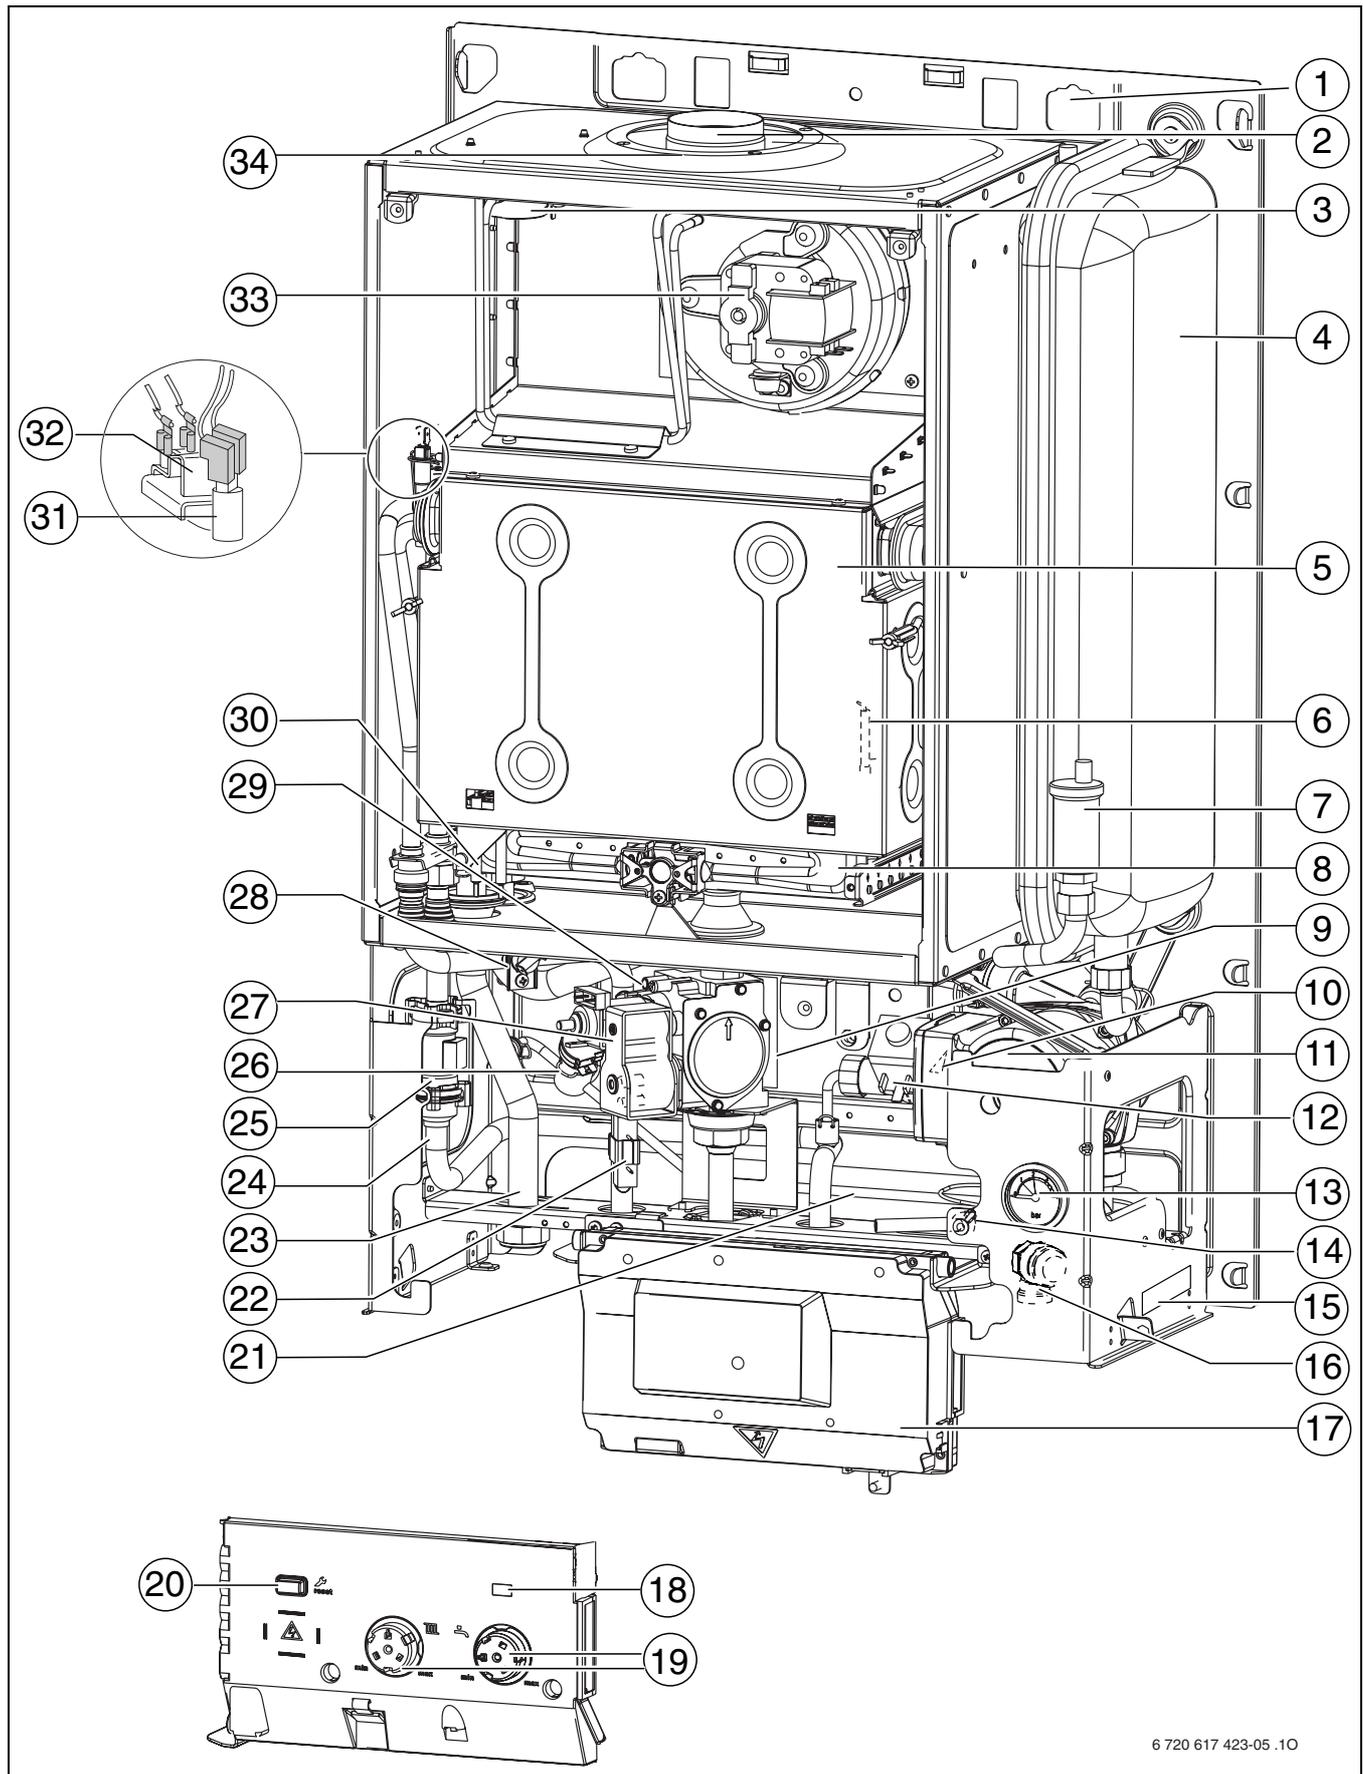

Fig. 5
La targhetta identificativa (9) si trova in basso sul pannello posteriore dell'apparecchio (→ fig. 5).
Legenda per la fig. 5: